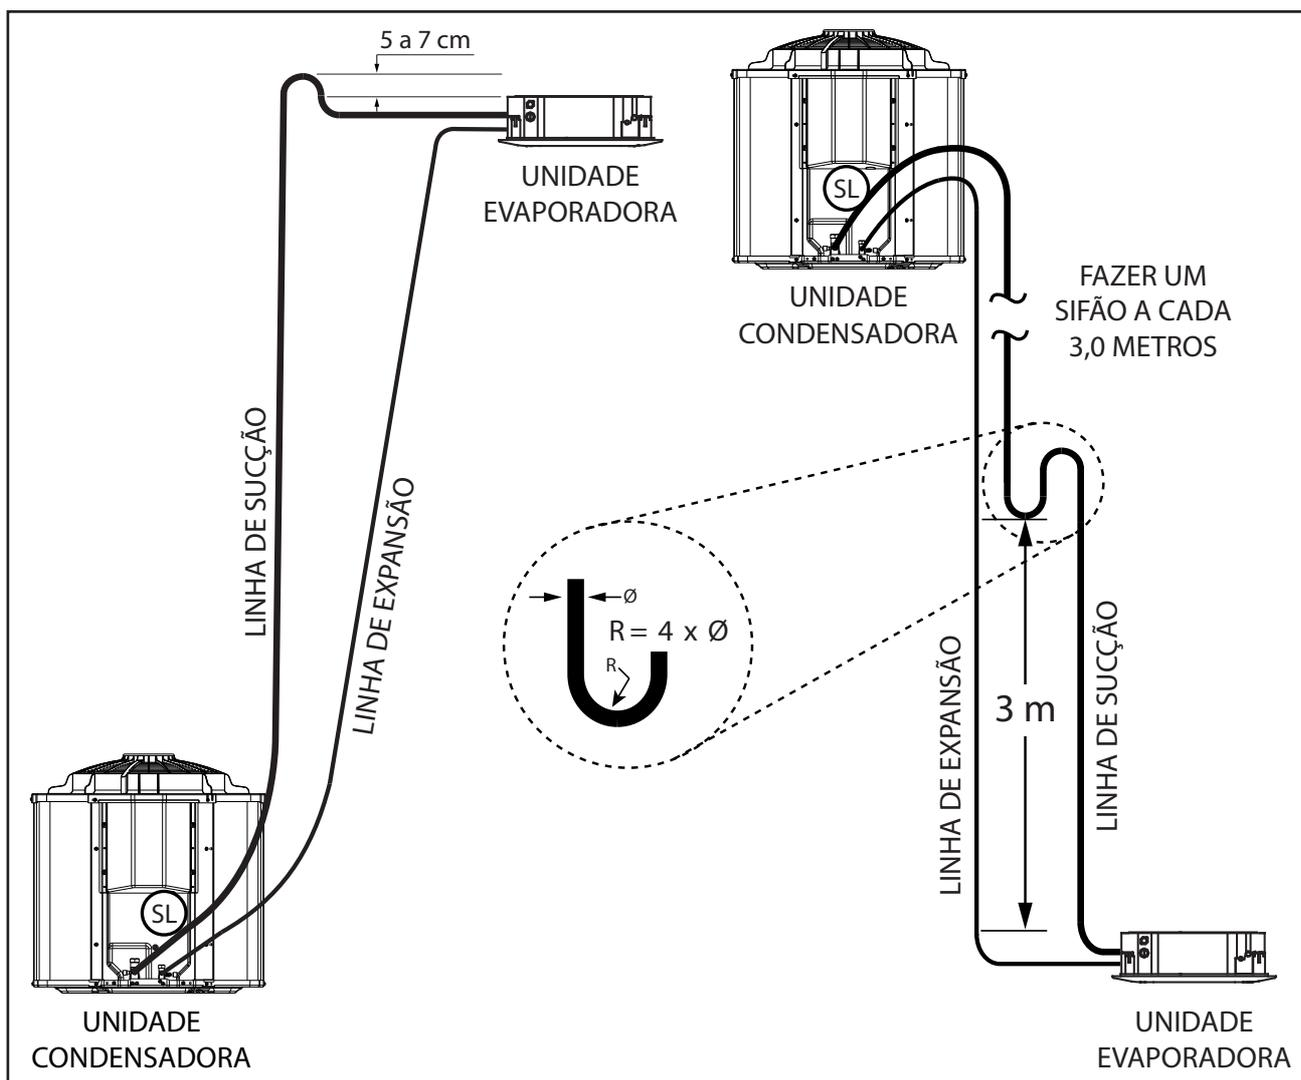

FIG. 45 - INSTALAÇÃO LINHAS DE INTERLIGAÇÃO
- 1º Elevar a linha de sucção acima da unidade evaporadora antes de ir para a unidade condensadora 5 a 7 cm, quando a evaporadora estiver acima ou no mesmo nível da condensadora. (Fig. 45)
- 2º Quando a unidade condensadora estiver em um nível superior ao da unidade evaporadora, fazer sifões nas subidas da linha de sucção a **cada 3,0 m**, considerando desde a saída da evaporadora. (Fig. 45)